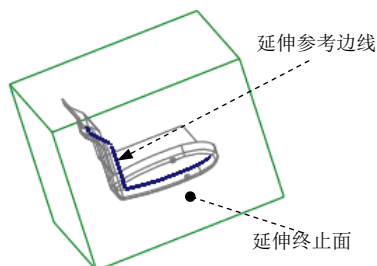

图 26.11 延伸参考边线
(1) 选取图 26.11 所示的复制曲面的边线。
(2) 单击 **分型面** 功能选项卡 **编辑** ▾ 区域中的  延伸按钮, 此时出现 **延伸** 操控板。
(3) 选取延伸的终止面。在操控板中按下  按钮, 选取图 26.11 所示的坯料表面为延伸的终止面。
(4) 在 **延伸** 操控板中单击  按钮。完成延伸曲面的创建。